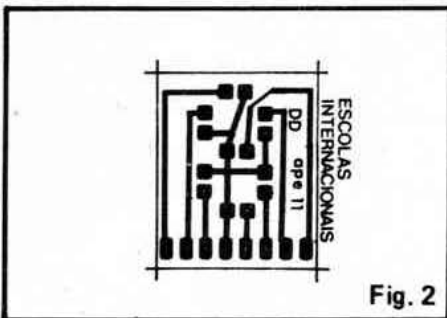

Fig. 2
- FIG. 2 - Plaquinha específica de Circuito Impresso (**lay-out** do lado cobreado). O desenho é muito simples, e mesmo iniciantes (que ainda não "criaram a coragem" de fazer sua primeira placa) conseguirão reproduzi-lo com facilidade. Qualquer das técnicas convencionais de confecção pode ser utilizada, desde que o desenho e posicionamento básico de ilhas e pistas seja **rigorosamente** respeitado (se não o **display** ficará "feio" e torto", depois de montado...). Importantes recomendações a respeito de placas e montagens o Leitor encontrará nas INSTRUÇÕES GERAIS, encartadas lá no começo da revista.